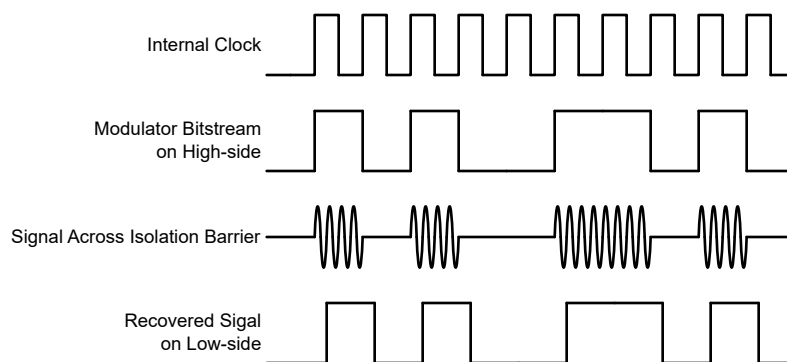

図 7-1. OOK ベースの変調方式
図 7-1 に示されているように、AMC0x11R-Q1 は、オン / オフ キーイング (OOK) 変調方式を使用して、変調器の出力ビットストリームを、SiO₂ ベースの絶縁膜間で伝送します。送信ドライバ (TX) を 機能ブロック図 示します。TX は、内部で生成された高周波キャリアを絶縁バリア越しに送信し、デジタル 1 を表現します。ただし、TX はデジタル 0 を表す信号を送信しません。AMC0x11R-Q1 で使用されるキャリアの公称周波数は 480MHz です。